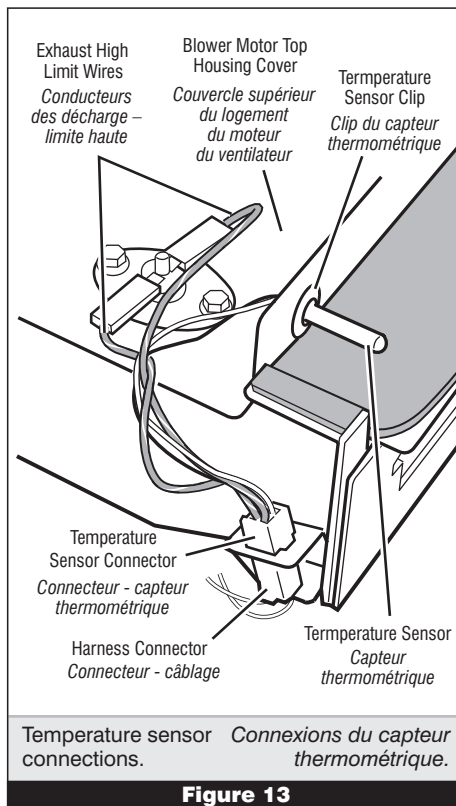

Figure 13
- b) Disconnect the two red-silver wires from the exhaust high limit manual reset terminals. See figure 13.
- a) Unlatch and disconnect the 4-pin harness connector from the temperature sensor connector. See figure 13.
- b) Débrancher les deux conducteurs rouge/argent des broches du coupe-circuit pour température élevée à la décharge. Voir figure 13.
- a) Détacher et débrancher le connecteur à 4 conducteurs du capteur thermométrique. Voir figure 13.